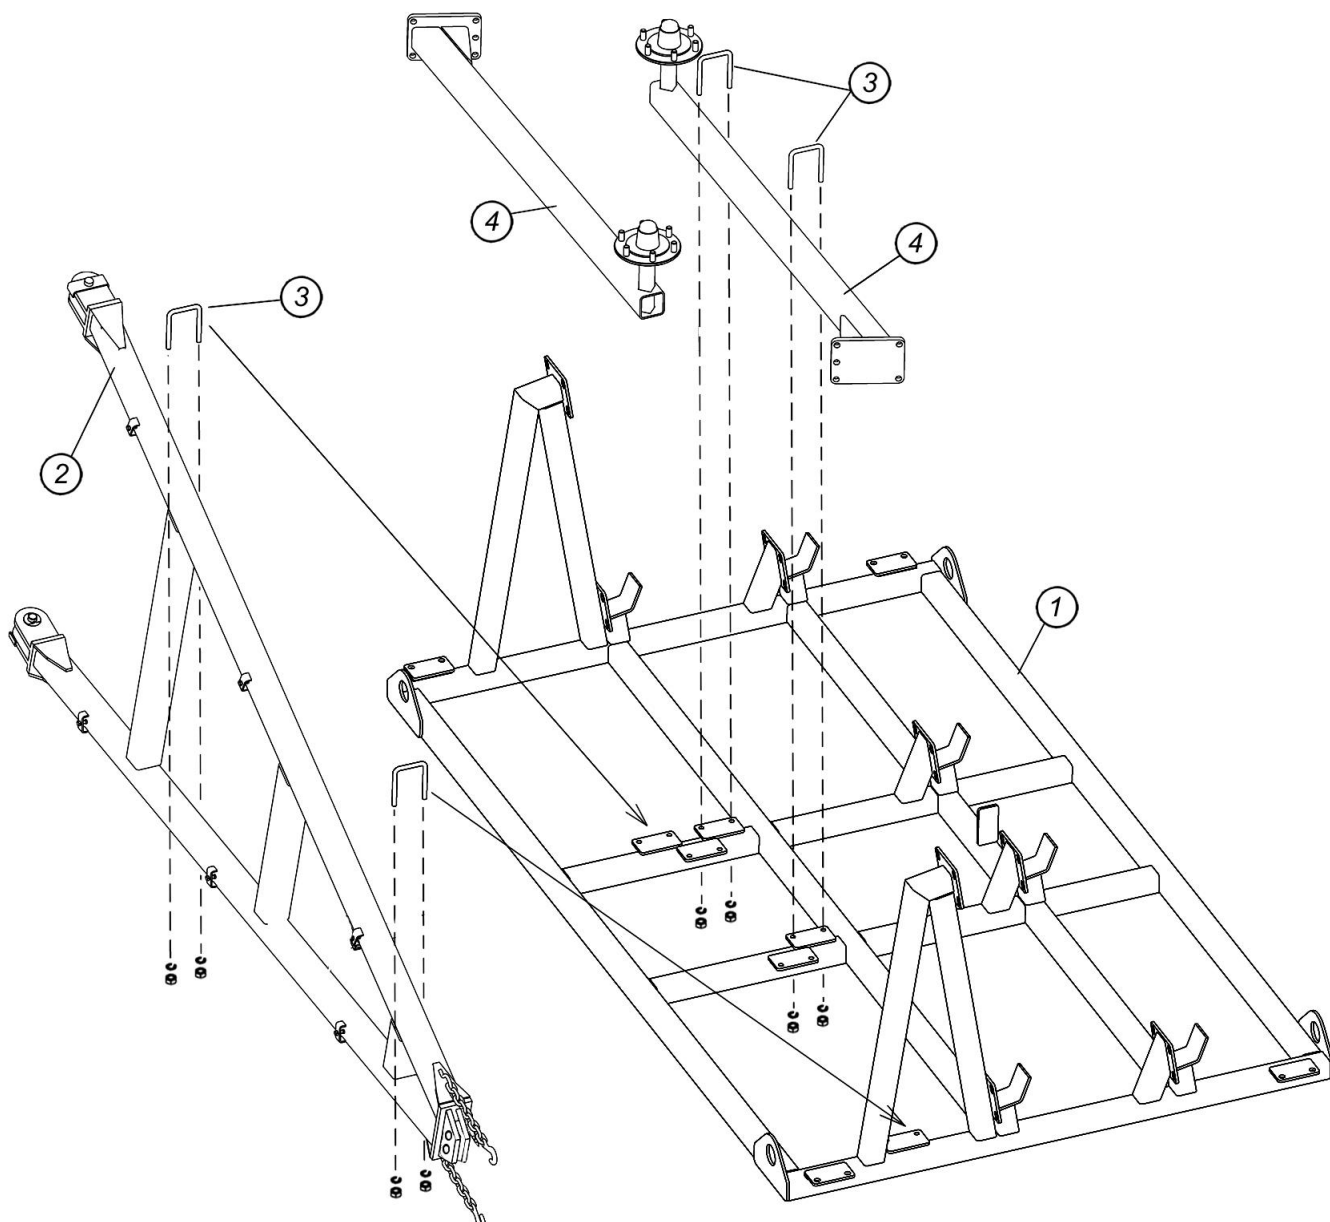

Рис.4.1.5. Снятие сцепки передней и задних консолей
4.1.4. Снимите с опоры 1 (рис.4.1.5) переднюю сцепку 2, открутив стремянки 3 – 2 шт. Отсоедините задние консоли 4 – 2 шт., раскрутив стремянки 3 – 4 шт.